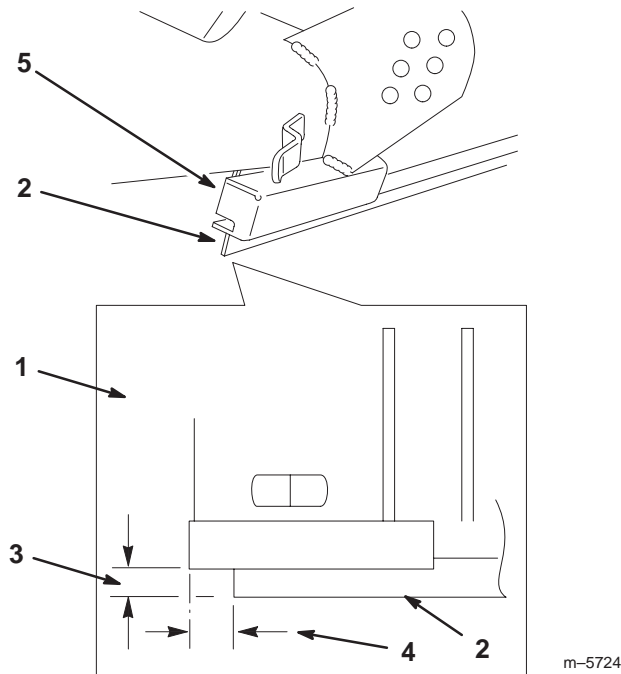

Bild 3
1. Positionieren Sie die rechte Seite des Ablenkers an der Innenseite des Schneidwerks, so dass er sich 26 mm nach innen und 13 mm tiefer als die seitliche Auswurföffnung des Schneidwerks befindet (Bild 3).